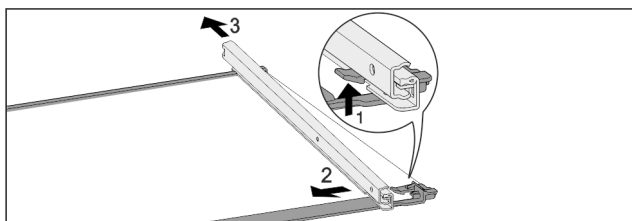

Fig. 52 Glasplatte mit Schienen
- Vordere Rasthaken nach oben drücken. Fig. 52 (1)
- Auszugsschiene zur Seite Fig. 52 (2) und nach hinten Fig. 52 (3) wegschieben.